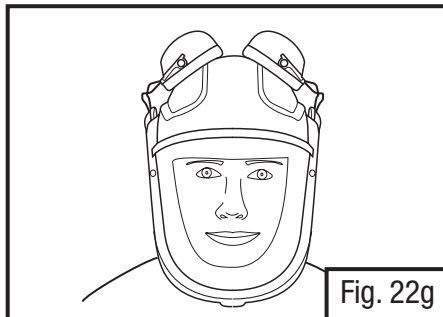

Fig. 22g
- **Parked (en reposo):** Las copas pueden rotarse hacia fuera sobre el casco (Fig. 22g), sólo si el armazón del casco está limpio y libre de contaminación. Debe asegurarse de que las almohadillas estén limpias.